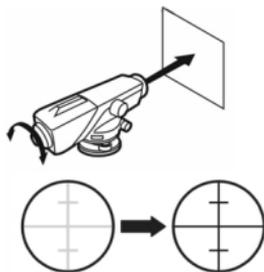

Рис. 3
Наведите прибор на яркую поверхность или рейку. Вращением фокусирующего винта (5) добейтесь четкого изображения сетки нитей (рис. 3).